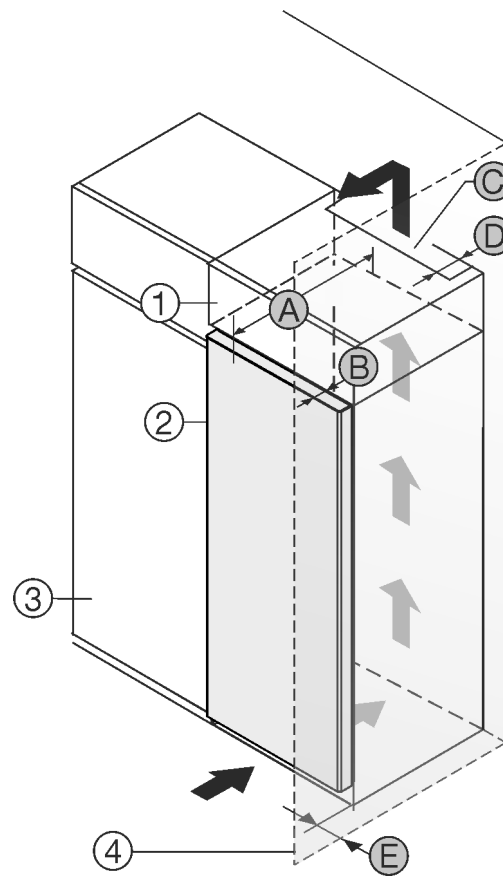

Fig. 1
- (1) Nastavná skříňka \*
- (2) Příklad \*
- (3) Kuchyňská skříň \*
- (4) Stěna \*
- (A) Hloubka přístroje \*
- (B) Hloubka dvířek \*
- (C) Větrací průřez \*
- (D) Vzdálenost zadní strany přístroje \*
- (E) Vzdálenost k zadní straně přístroje \*
Můžete přístroj nainstalovat přímo vedle kuchyňské skříňky Fig. 1 (3)\*.
Na zadní straně nastavné skříňky musí být větrací šachta hluboká Fig. 1 (D) přes celou šířku nastavné skříňky.\*
Pod stropem místnosti musí být dodržen větrací průřez Fig. 1 (C)\*.
Když přístroj instalujete závěsy vedle stěny Fig. 1 (4), musí být vzdálenost mezi přístrojem a stěnou minimálně 13 mm.\*
Aby bylo možné dvířka plně otevřít, musí přístroj přesahovat o hloubku dvířek Fig. 1 (B) vůči přední linii kuchyňské skříňky. V závislosti na hloubce kuchyňských skříňek Fig. 1 (3) a použití vymezených odstupů od stěny může přístroj vyčnívat dále.\*